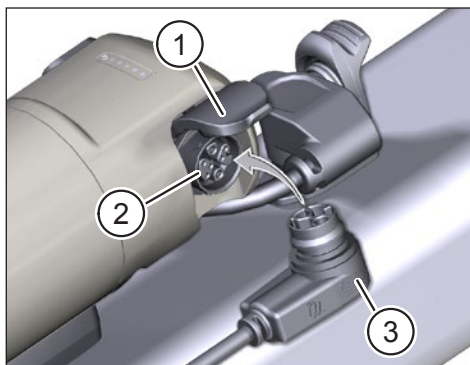

Fig. 9: Range Extender ricarica
- ▶ Apra il coperchio (Pos. 1 in Fig. 9) sulla porta di ricarica del Range Extender.
- ▶ Verifichi che i terminali della porta di ricarica (Pos. 2 in Fig. 9) siano privi di sporcizia e li pulisca se necessario.
- ▶ Inserisca la spina di ricarica (Pos. 3 in Fig. 9) del caricatore nella porta di ricarica di Range Extender.